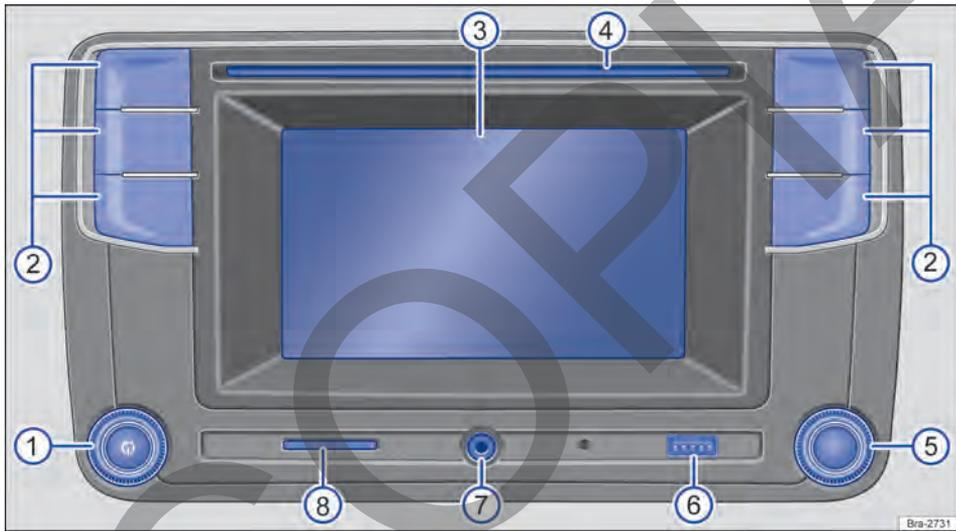

Fig. 100 Cuadro general de mandos.
La radio está disponible en diferentes versiones, que se diferencian por la inscripción y función de los botones de función → fig. 100 ②.
- ① **Mando giratorio y de presión**
- ② **Teclas de función:** *presionar* para acceder a un área de funcionamiento.
- ③ **Touchscreen:** pantalla táctil.
- ④ **Ranura para CD:** para introducir y retirar CD.
- ⑤ **Tecla de ajuste:** la función depende de la respectiva condición de operación.
- ⑥ **Conexión USB:** para la conexión de unidades de almacenamiento de datos externas.
- ⑦ **Entrada multimedia AUX-IN:** para la conexión de una fuente externa de audio.
- ⑧ **Puerto para tarjeta de memoria SD:** para introducir tarjetas SD.